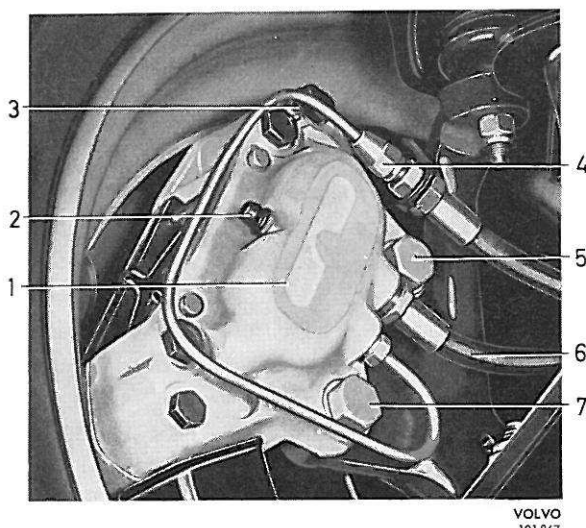
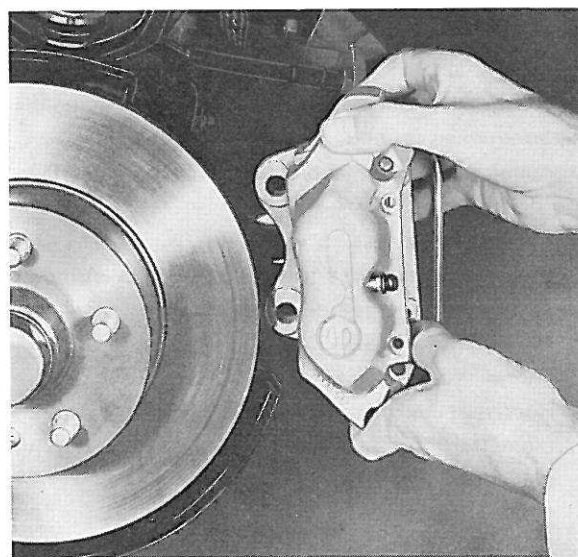

Figure 22. Frein de roue avant en place
Figure 23. Dépose de l'étrier de frein avant
4. Enlever les vis de fixation (5 et 7, figure 22) et déposer l'étrier de frein, voir figure 23.